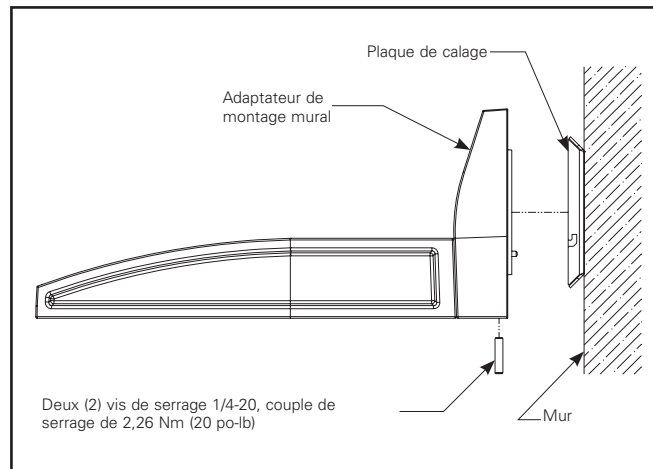

Figure 1.
4. Effectuez les connexions de fils conformément au schéma de câblage. (Figure 1)